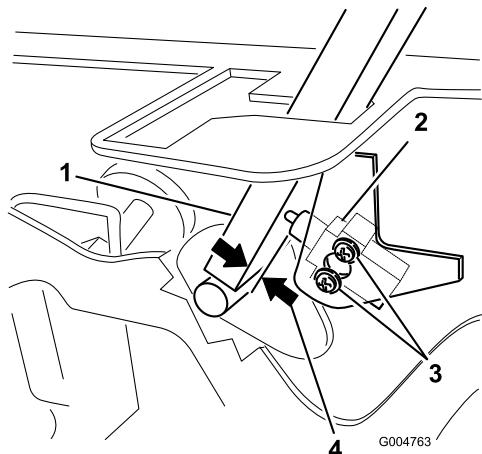

Bild 60
3. Lösen Sie die zwei Schrauben, mit denen der Sicherheitsschalter befestigt ist (Bild 60).
4. Halten Sie den Fahrantriebshebel gegen den Rahmen und schieben Sie den Schalter zum Hebel, bis der Abstand zwischen dem Hebel und dem Schaltergehäuse 0,4 bis 1 mm beträgt (Bild 60).